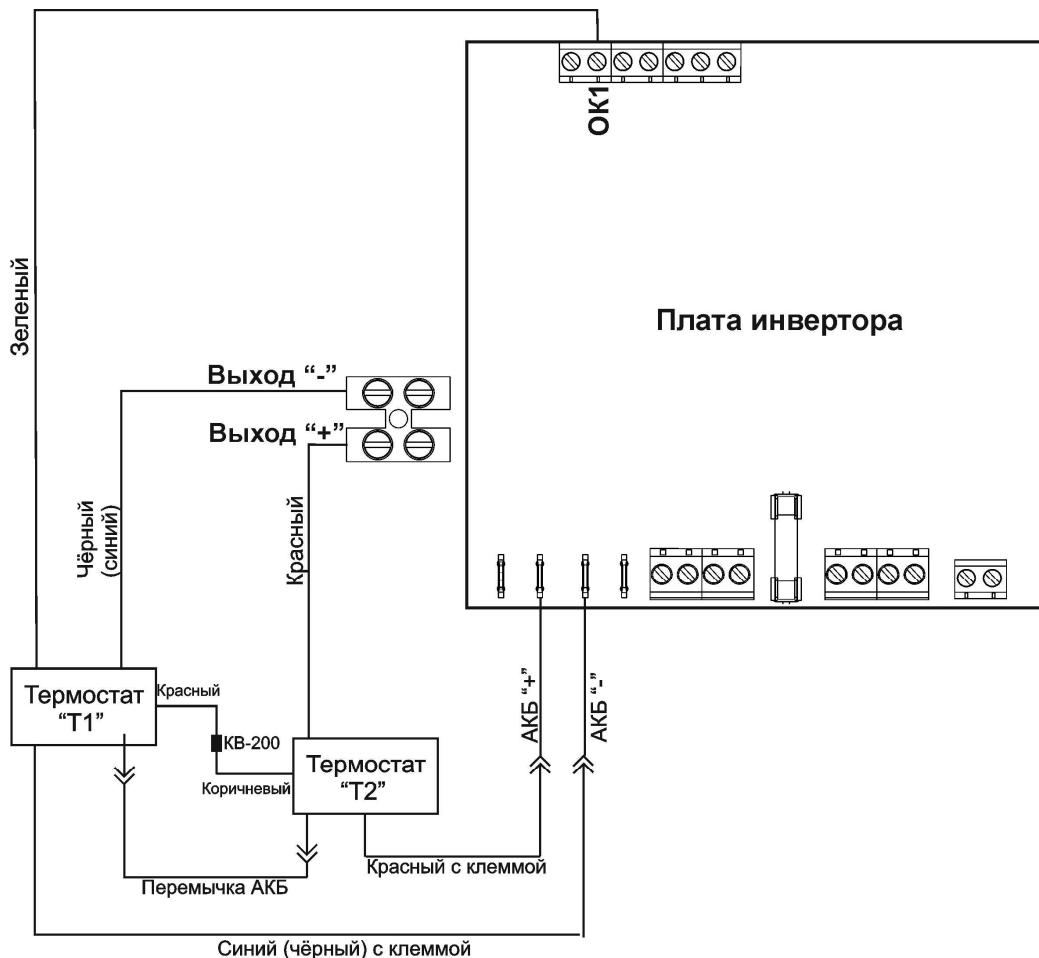

Рис.4
- соблюдая полярность, подключить АКБ — провод красного цвета к клемме «ПЛЮС» одного аккумулятора, провод черного цвета к клемме «МИНУС» другого аккумулятора (см. Приложение, рис. 4).
- при необходимости подключить устройство обогрева АКБ к соответствующим контактам колодок на плате инвертора и колодки установленной на радиаторе соблюдая полярность согласно рис.4б (также внимательно изучите руководство по эксплуатации устройства обогрева АКБ);
- Подключить аккумуляторную батарею (соединить аккумуляторы в АКБ перемычкой (входит в комплект поставки) согласно Приложению, рис. 4 а).